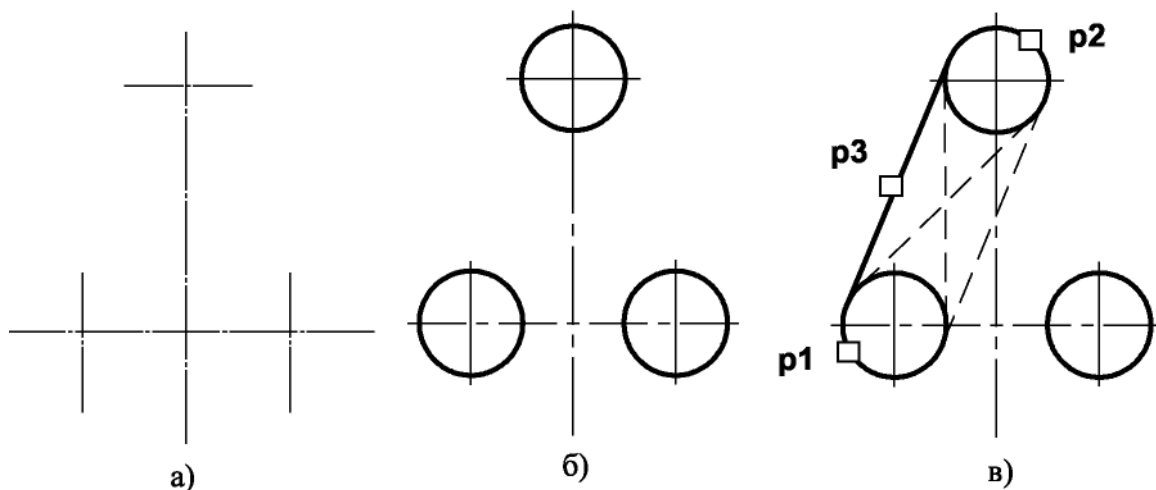

Рис. 2.1. - Построение касательных к двум окружностям
Построение касательных к двум окружностям заданных радиусов представлено на рис. 2.1. Вначале рекомендуется изобразить осевые линии, задающие центры ок- ружностей (см. рис. 2.1а). Далее необходимо изобразить сами окружности, к которым строится касательная прямая (рис. 2.1б).
2. Указать графическим курсором произвольную точку (точка **p1**) на первой окружности, к которой должна быть проведена касательная прямая (рис. 2.1 в).
3. Указать графическим курсором произвольную точку (точка **p2**) на второй окружности, к которой должна быть проведена касательная прямая (рис. 2.1 в).
4. Выбрать курсором нужную касательную на графической зоне и щелкнуть по кнопке  - Создать объект панели специального управления (точка **p3**) (рис. 2.1 в).